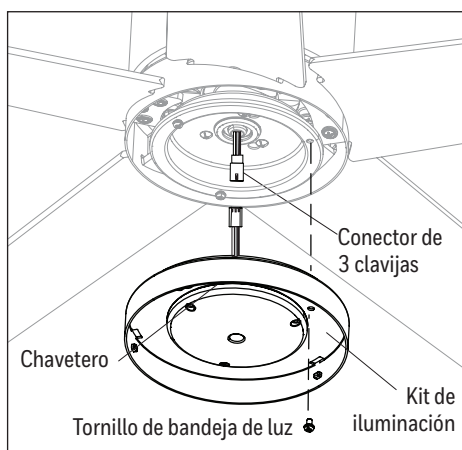

Figura 4.5
5. Retire uno de los tres tornillos de la bandeja de luz que se encuentran en la bandeja de luz y afloje los otros dos sin retirarlos. Enchufe el conector de 3 clavijas de la bandeja de luz a el conector de 3 clavijas del kit de iluminación. Levante los dos chaveteros en el kit de iluminación sobre los dos tornillos sueltos de la bandeja de luz y gire en dirección de las manecillas del reloj. Luego, use el tornillo de la bandeja de luz previamente retirado para asegurar el kit de iluminación a la bandeja de luz. Apriete todos los tornillos (Figura 4.5).